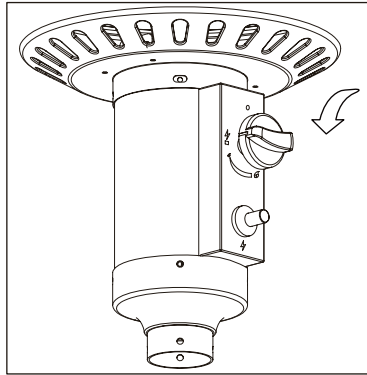

Figura 3
- Presione la perilla de control y gire a la izquierda para “PILOTO” (⚡) (Figura 3).